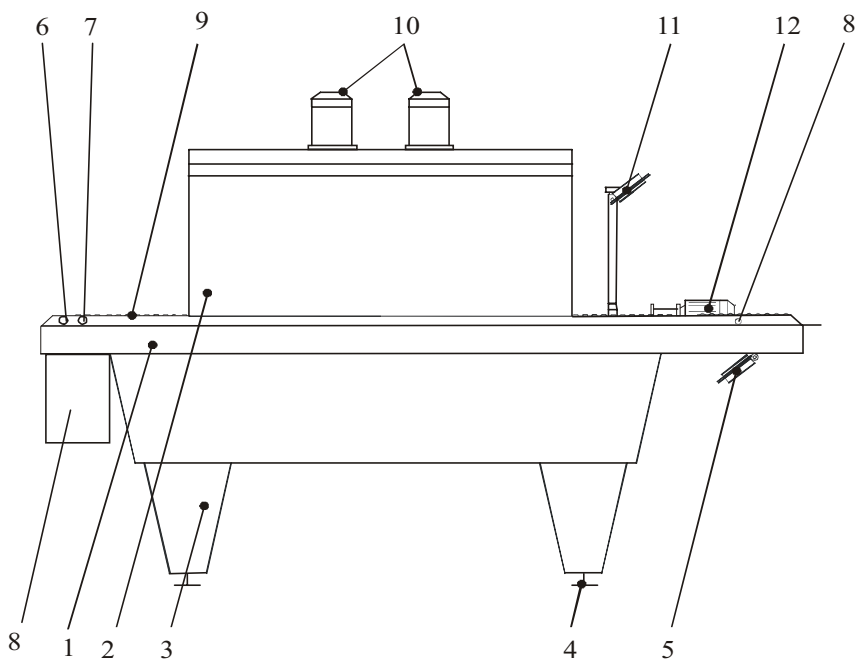

Рис. 1. Состав оборудования ТПЦ-550М2
Термоусадочный упаковочный аппарат ТПЦ–550М2 (рис. 1) представляет собой аппарат из серии ТПЦ-550. Данная модификация выпускается без термоножа.
7. Включить тумблер «2» – должен загореться индикатор внутри тумблера. Нажать кнопку 6 «Пуск» (рис. 1), конвейер начнет движение. Направление движения конвейера должно быть к вентиляторам охлаждения. Если конвейер движется в обратном направлении, следует выключить тумблер «2», тумблер «Сеть» и, обесточив аппарат, поменять порядок фаз в питающей сети (данная операция проводится однократно при первичном включении аппарата).
8. Включить тумблер 3, включатся вентиляторы охлаждения 5 и 11 (рис. 1).
9. Кнопка 8 «Стоп» (рис. 1) на корпусе аппарата служит для экстренной остановки конвейера. Перезапуск конвейера осуществляется включением кнопки 6 «Пуск» на корпусе аппарата.